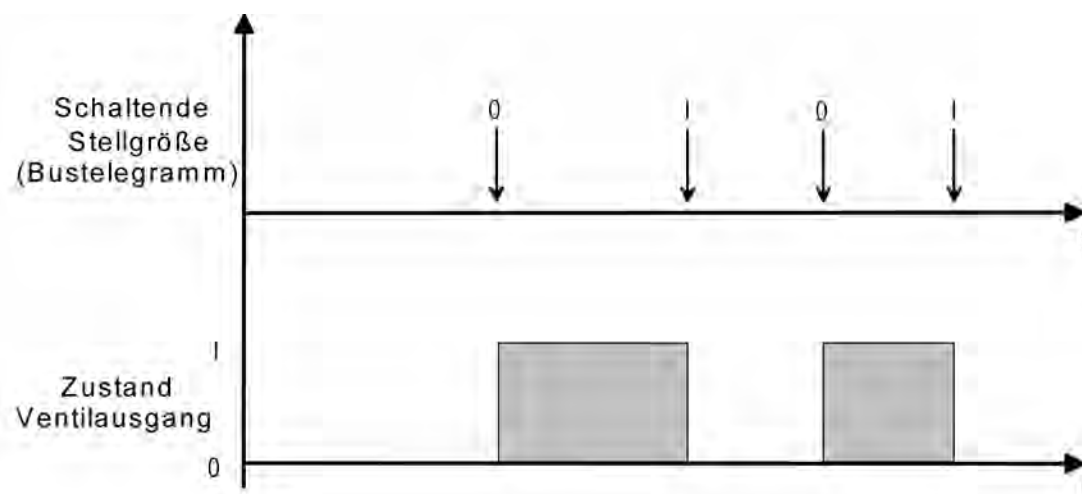

Bild 15: Umsetzung einer schaltenden Stellgröße in ein Ausgangssignal bei stromlos geöffneten Ventilantrieben (Beispiel)
- Den Parameter "Ventil-Wirksinn (Ventil im stromlosen Zustand)" einstellen auf "geöffnet". Bei schaltenden Stellgrößen wird das über das Objekt "Stellgröße" empfangene Schalttelegramm direkt an den Ausgang weitergeleitet. Bei einem empfangenen "EIN"-Telegramm wird der Ausgang nicht bestromt und somit das Ventil vollständig geöffnet. Das Ventil wird durch Einschalten des Ausgangs vollständig geschlossen, wenn ein "AUS"-Telegramm empfangen wird (Bild 15).